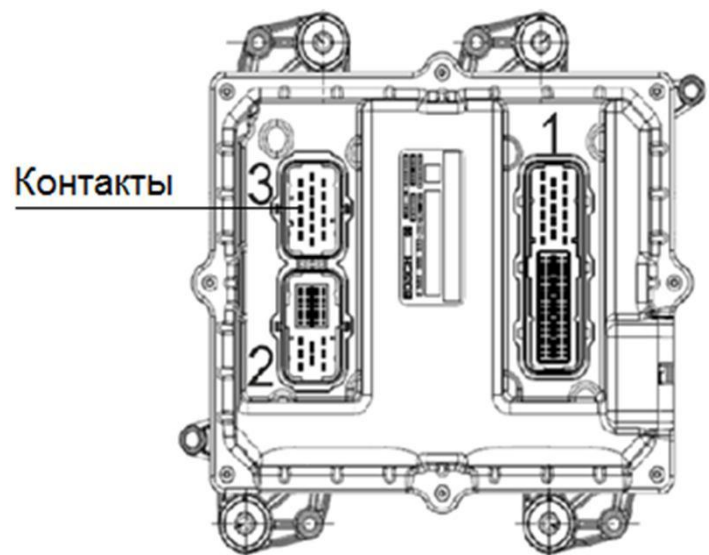
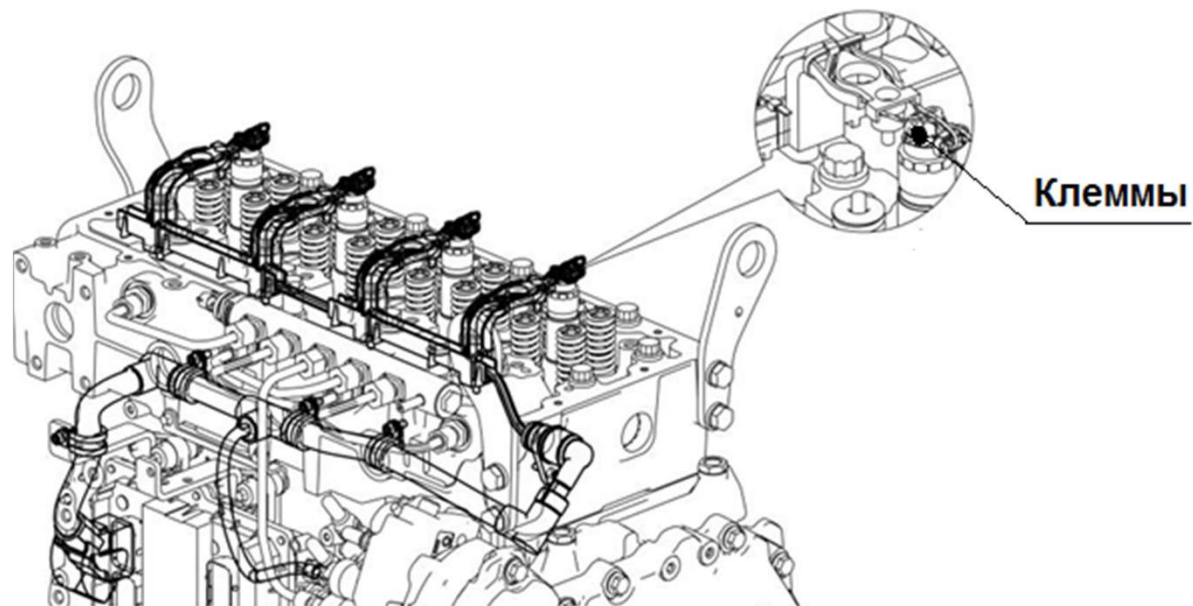

Рис. 1.
Рис. 2.
Указанные ошибки могут возникать в следствии касания (замыкания) клемм инжекторного жгута между собой или на «массу» (рис. 2), а так же при замыкании или окислении контактов в разъеме электронного блока управления упомянутого жгута (рис. 1).
1. Рассоединить разъем инжекторного жгута от блока управления (рис. 1). Осмотреть контакты и пины на наличие окисления, разрушения, изгиба и других повреждений. Отмеченные повреждения восстановить очисткой, укреплением, подгибом. В случае невозможности исправления отмеченных несоответствий (слома пинов), заменить блок управления и жгут.
3. В случае сохранения активных неисправностей ЭСУД, выполнить работы по проверке клемм инжекторного жгута к форсункам, расположение клемм см. рис. 2.